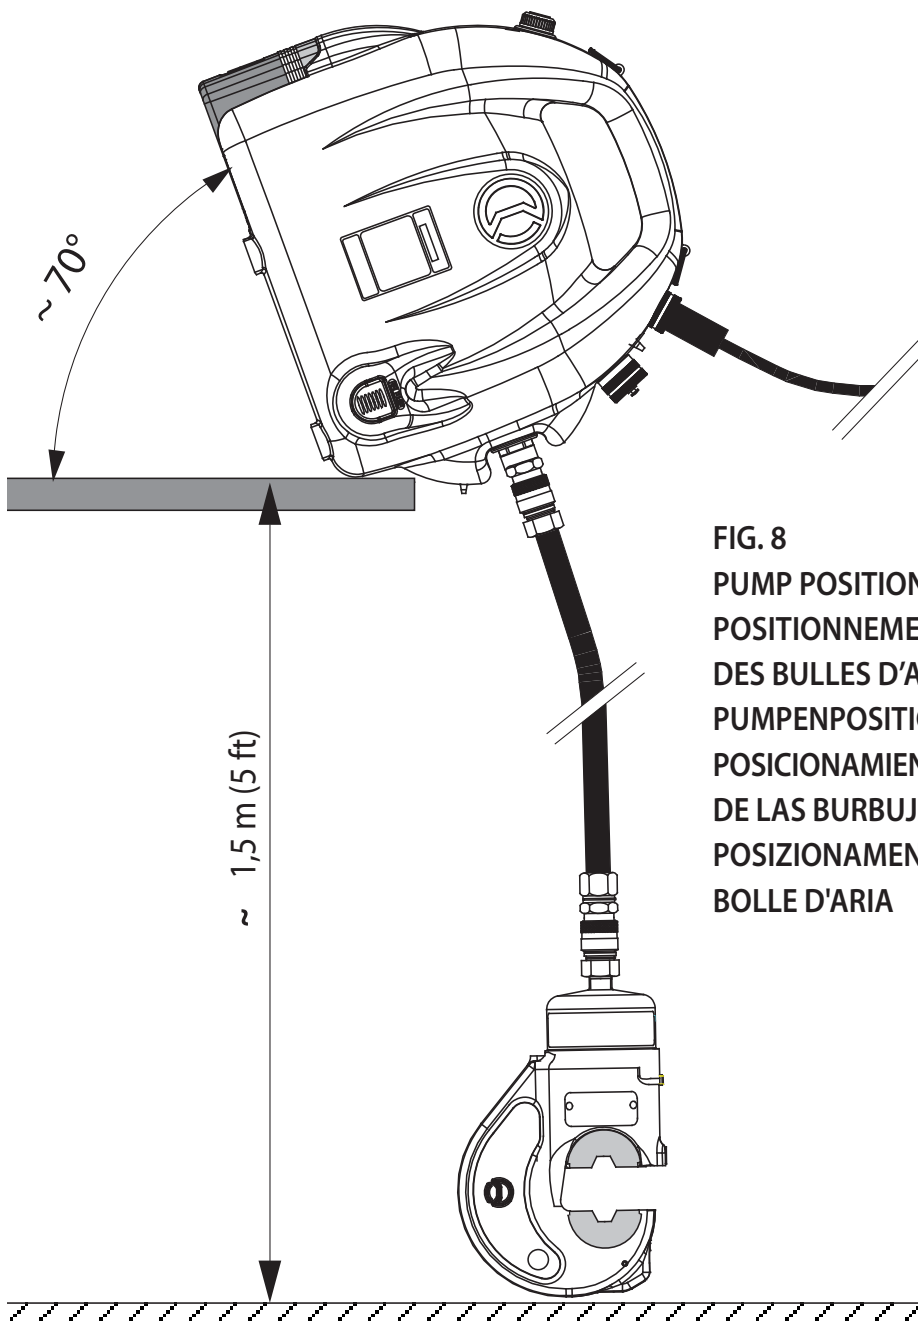

FIG. 8
5.2) Eliminazione delle bolle d'aria dal circuito oleodinamico (Rif. a Fig. 8)
- Mantenere la pompa in posizione inclinata (vedi Fig. 8) ad una altezza di circa 1,5 m (4.9 ft) superiore a quella della testa.